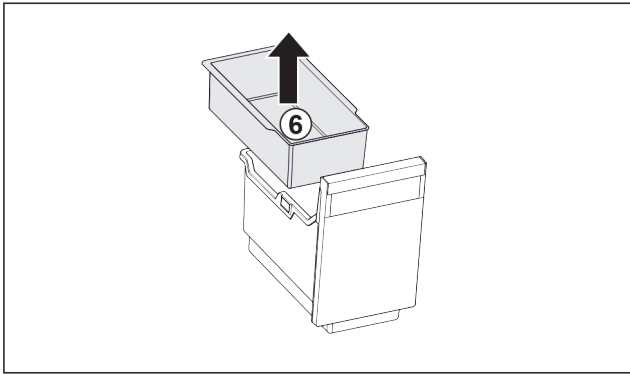

Fig. 85
- ▶ Einhängeschale Fig. 85 (6) entnehmen.